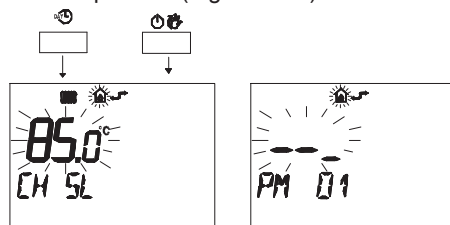

Figura 5.34
- Premere contemporaneamente i pulsanti e per entrare nella programmazione trasparente (Figura 5.34).